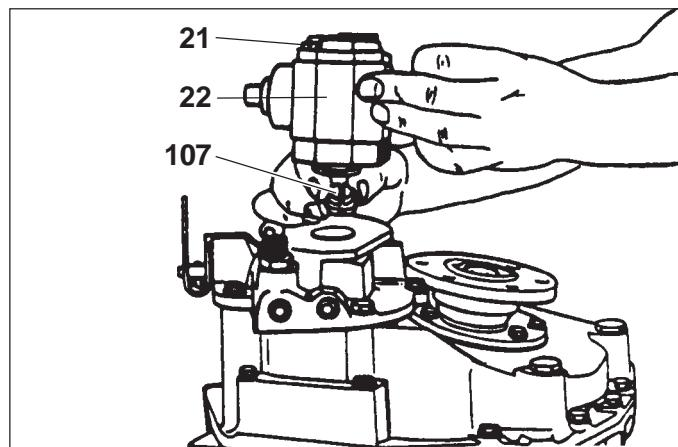
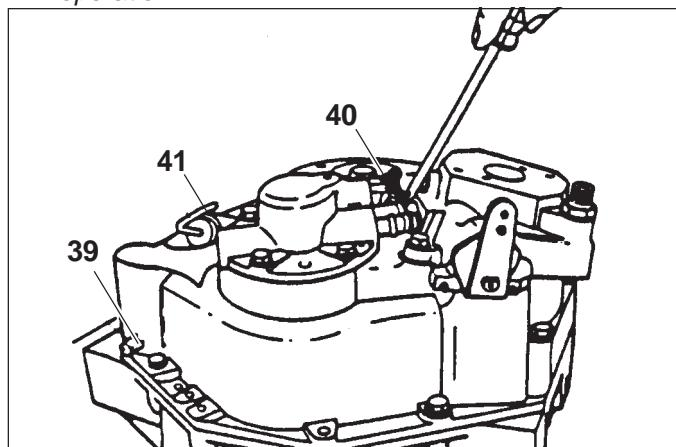
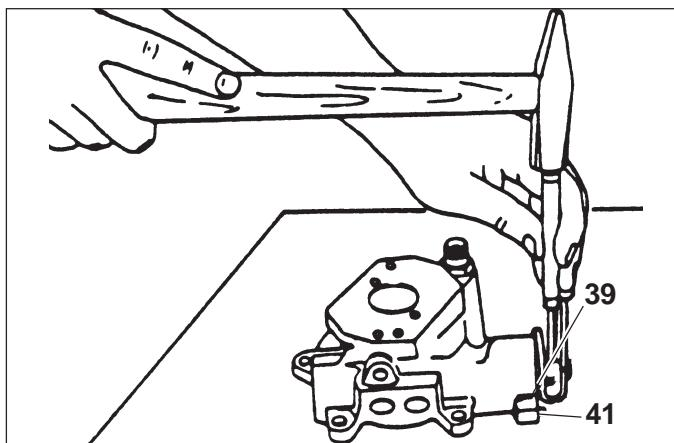

Fig. 5
Fig. 6
Fig. 7
- 1) Svitare le viti (21) assieme alle rosette (20), e togliere la pompa olio (22). Estrarre il giunto (107) (Fig. 5).
- 2) Svitare e togliere il tappo di sfiato (39), l'asta di livello olio (41), i tappi (36), (55) e (14) con guarnizione (113).
- 3) Svitare dalla carcassa inversore la vite (40) (Fig.6).
- 4) Svitare le viti (11), (35) con rosetta (12) e separare il corpo distributore (7). Togliere l'anello OR (42) che in fase di montaggio dovrà essere sostituito con uno nuovo.
- 5) Dal corpo distributore (7), togliere la spina (2), smontare la leva (1), asportare la sfera (30) e la molla (31) (Fig. 7).
- 1) Unscrew bolt (21) with washer (20), and remove oil pump (22). Extract pump coupling (107) (Fig. 5).
- 2) Unscrew and remove breather (39), oil level gauge (41) and plugs (36), (55), (14) with seal ring (113).
- 3) Remove screws (40) from housing. (Fig. 6).
- 4) Unscrew bolt (11), (35) with washer (12) and separate oil pump and distributor mounting (7) from gearbox housing.
- 5) Remove the oil seal ring (42) which, during re-assembly must be changed for a new one.
Remove elastic dowel (2) from selector valve spool (8), drive off selector valve lever (1), than remove ball (30) and spring (31) (Fig. 7).